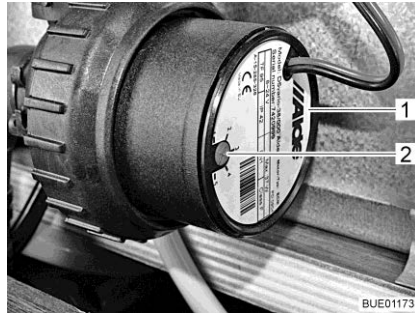

Fig. 225 Reducción de la velocidad
La velocidad de la bomba de circulación se puede ajustar con el regulador giratorio (Fig. 225,2). Con una velocidad reducida disminuyen los ruidos de rodadura de la bomba.
El regulador giratorio se encuentra en la bomba de circulación (Fig. 225,1).
- Girar el regulador giratorio (Fig. 225,2) en sentido contrario a las agujas del reloj. Se reduce la potencia.